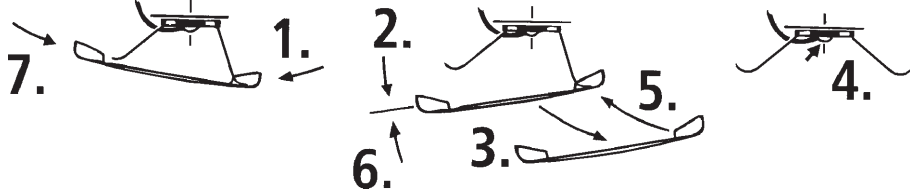

Fig. 8
2. Schmierung: Versehen Sie die im Schmierplan in Fig. 8 gekennzeichneten Stellen mit nur **kleinen Öltropfen**. Dazu zuerst das Lokgehäuse abnehmen (Fig. 3). Wir empfehlen den ROCO **Öler Art.-Nr. 10906**. Fürs Schmieren der Getriebeteile (Zahnräder, Schnecke) empfehlen wir das **ROCO-Spezialfett Art.-Nr. 10905**. Im Falle der Schmierung diese Teile **nicht ölen**.
2. Lubrication: Apply **tiny oil drops** to spots marked in fig. 8. Prior to lubrication dismantle locomotive (fig. 3). We recommend using item no. **10906, Roco oiler**. For lubrication the gearparts (e.g. cogwheels, worm) we would recommend our Roco **special grease** (item no. **10905**).
2. Graissage: N'appliquez **qu'une tout petite goutte** aux endroits indiqués par le plan de graissage (fig. 8) après avoir démonté la caisse de la locomotive (fig. 3). Nous vous recommandons **le graisseur à huile Roco réf. 10906**. Pour graisser les engrenages (roues dentées, vis sans fin) nous vous conseillons la **graisse spéciale Roco réf. 10905** pour engrenages en matières synthétiques. Lorsque vous utilisez cette graisse il faut éviter d'huiler ces composants.